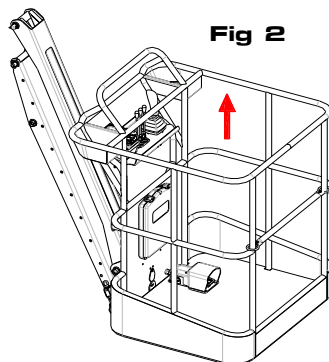

Fig 2
- soulevez le panier verticalement (Fig.2).